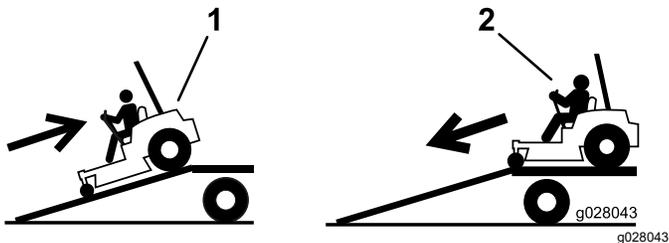

Рисунок 36
4. Перемещайте машину задним ходом при движении вверх по наклонному въезду (Рисунок 36).
2. Перемещайте машину передним ходом при движении вниз по наклонному въезду (Рисунок 36).